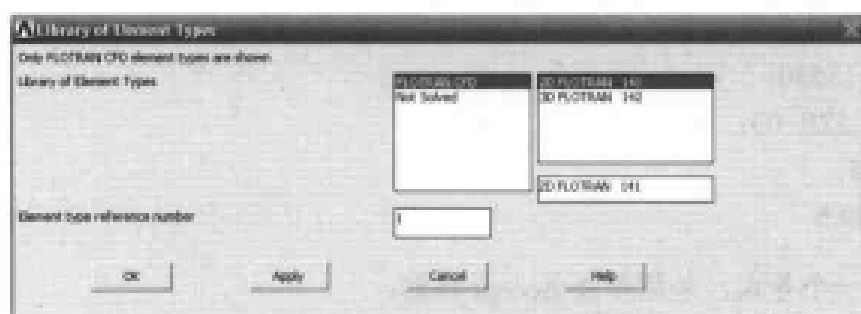

图 14-2 单元类型列表对话框
(1) 选择 Main Menu | Preprocessor | Element Type | Add/Edit/Delete 命令，出现 Element Type 对话框，单击 Add 按钮，出现 Library of Element Types 对话框。
(3) 在 Library of Element Types 的两个列表框中分别选择 FLOTRAN CFD、2D FLOTRAN 141 选项，在 Element type reference number 文本框中输入 1，如图 14-2 所示。